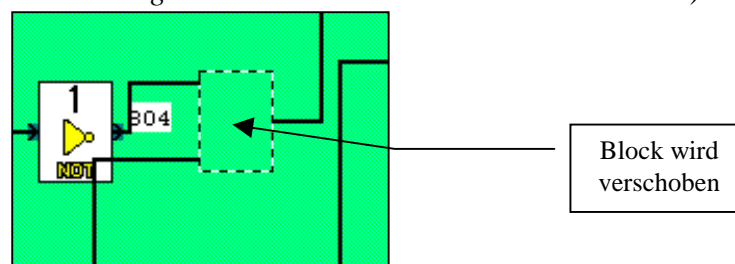

Abb. 1.20
16. Nun werden die Blöcke neu angeordnet, um das Schema übersichtlicher zu gestalten (s. Abb. 1.20 und 1.21 sowie die *allgemeinen Hinweise* auf der nächsten Seite).